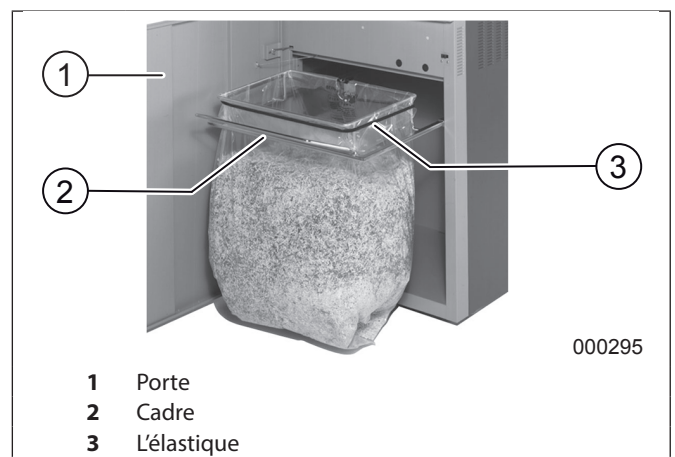

fig. 5 Pour vider le sac de réception
1. Ouvrir la porte et tirer vers l'extérieur le cadre (fig. 5/2) avec le sac.
2. Enlever l'élastique (fig. 5/3), retirer le sac plein et le vider.